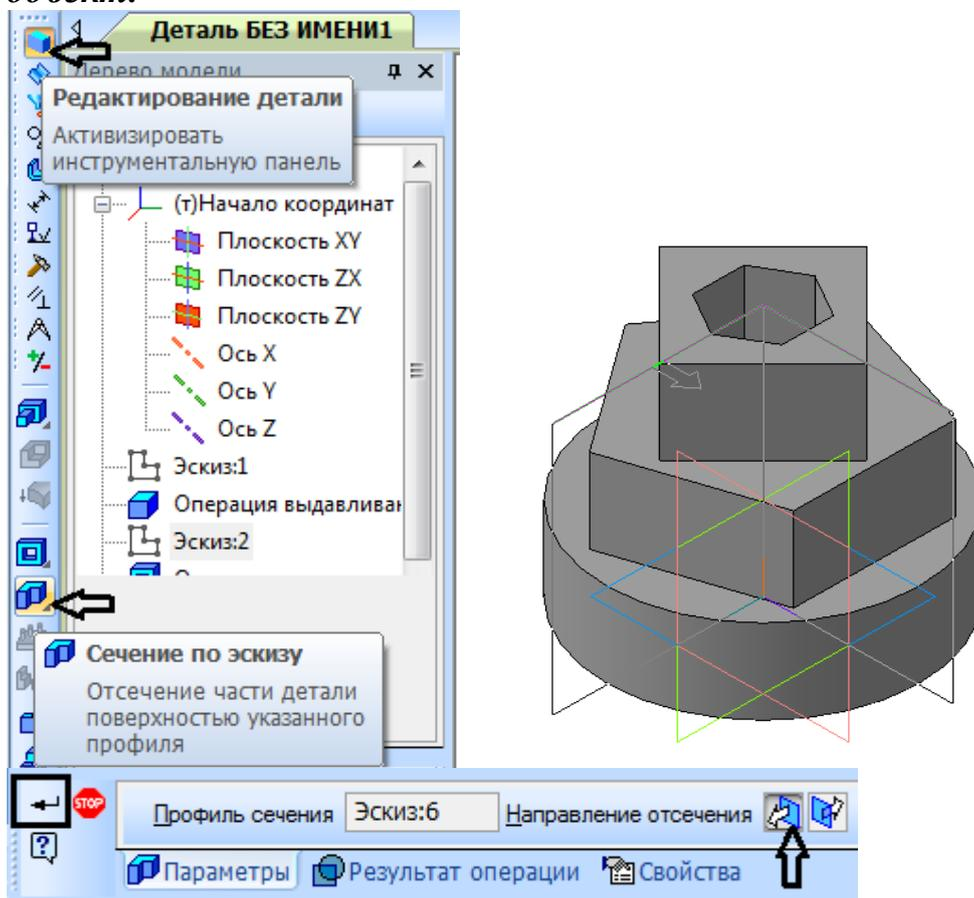

Рисунок 36.
15. На панели  **Редактирование** выберите кнопку  **Сечение по эскизу**. Появится фантом секущей плоскости (рисунок 36). Укажите **Прямое направление**. Для завершения операции нажмите  **Создать объект**.